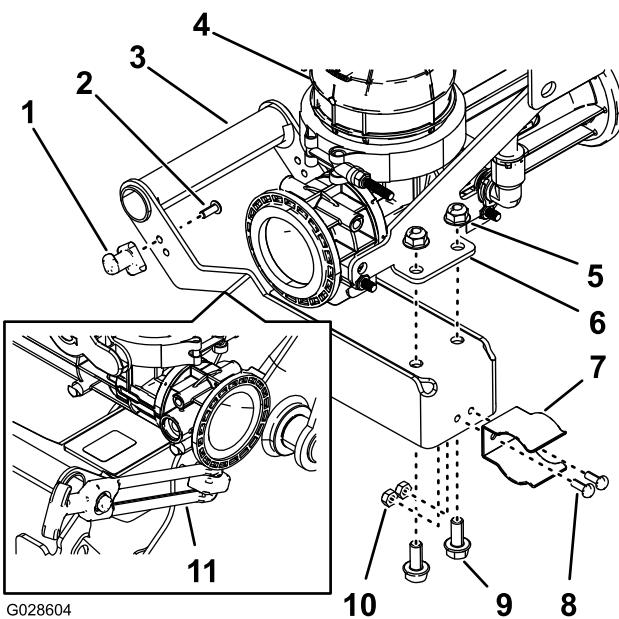

Figura 11
1. Monte o perno do trinco no manípulo do misturador (Figura 11) utilizando 2 parafusos de cabeça sextavada (nº 10-24 x 1/2 pol.).
2. Monte o clipe com mola no manípulo do trinco (Figura 11) com 2 parafusos (nº 10-24 x 1/2 pol.) e 2 porcas de bloqueio (nº 10-24).
3. Monte o manípulo na placa de montagem para o misturador (Figura 11) com 2 parafusos de cabeça flangeada (5/16 x 3/4 pol.) e porcas de bloqueio flangeadas (5/16 pol.).